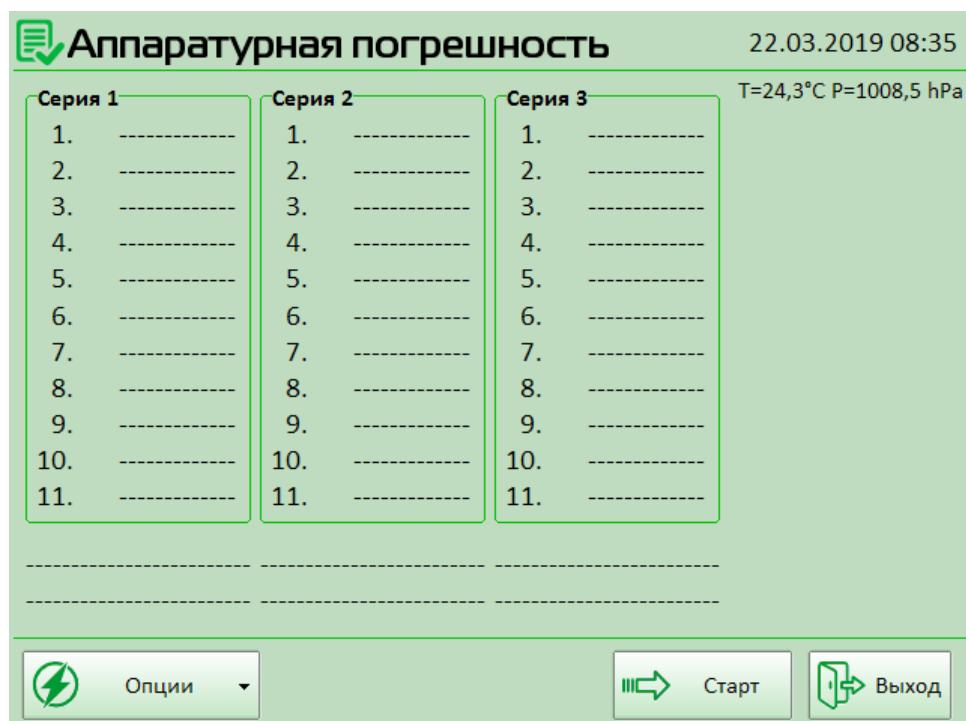

Рисунок 48
13.10.5 Для проверки аппаратурной ошибки нажмите на кнопку Аппаратурная по-грешность, откроется окно выполнения проверки (Рисунок 48).